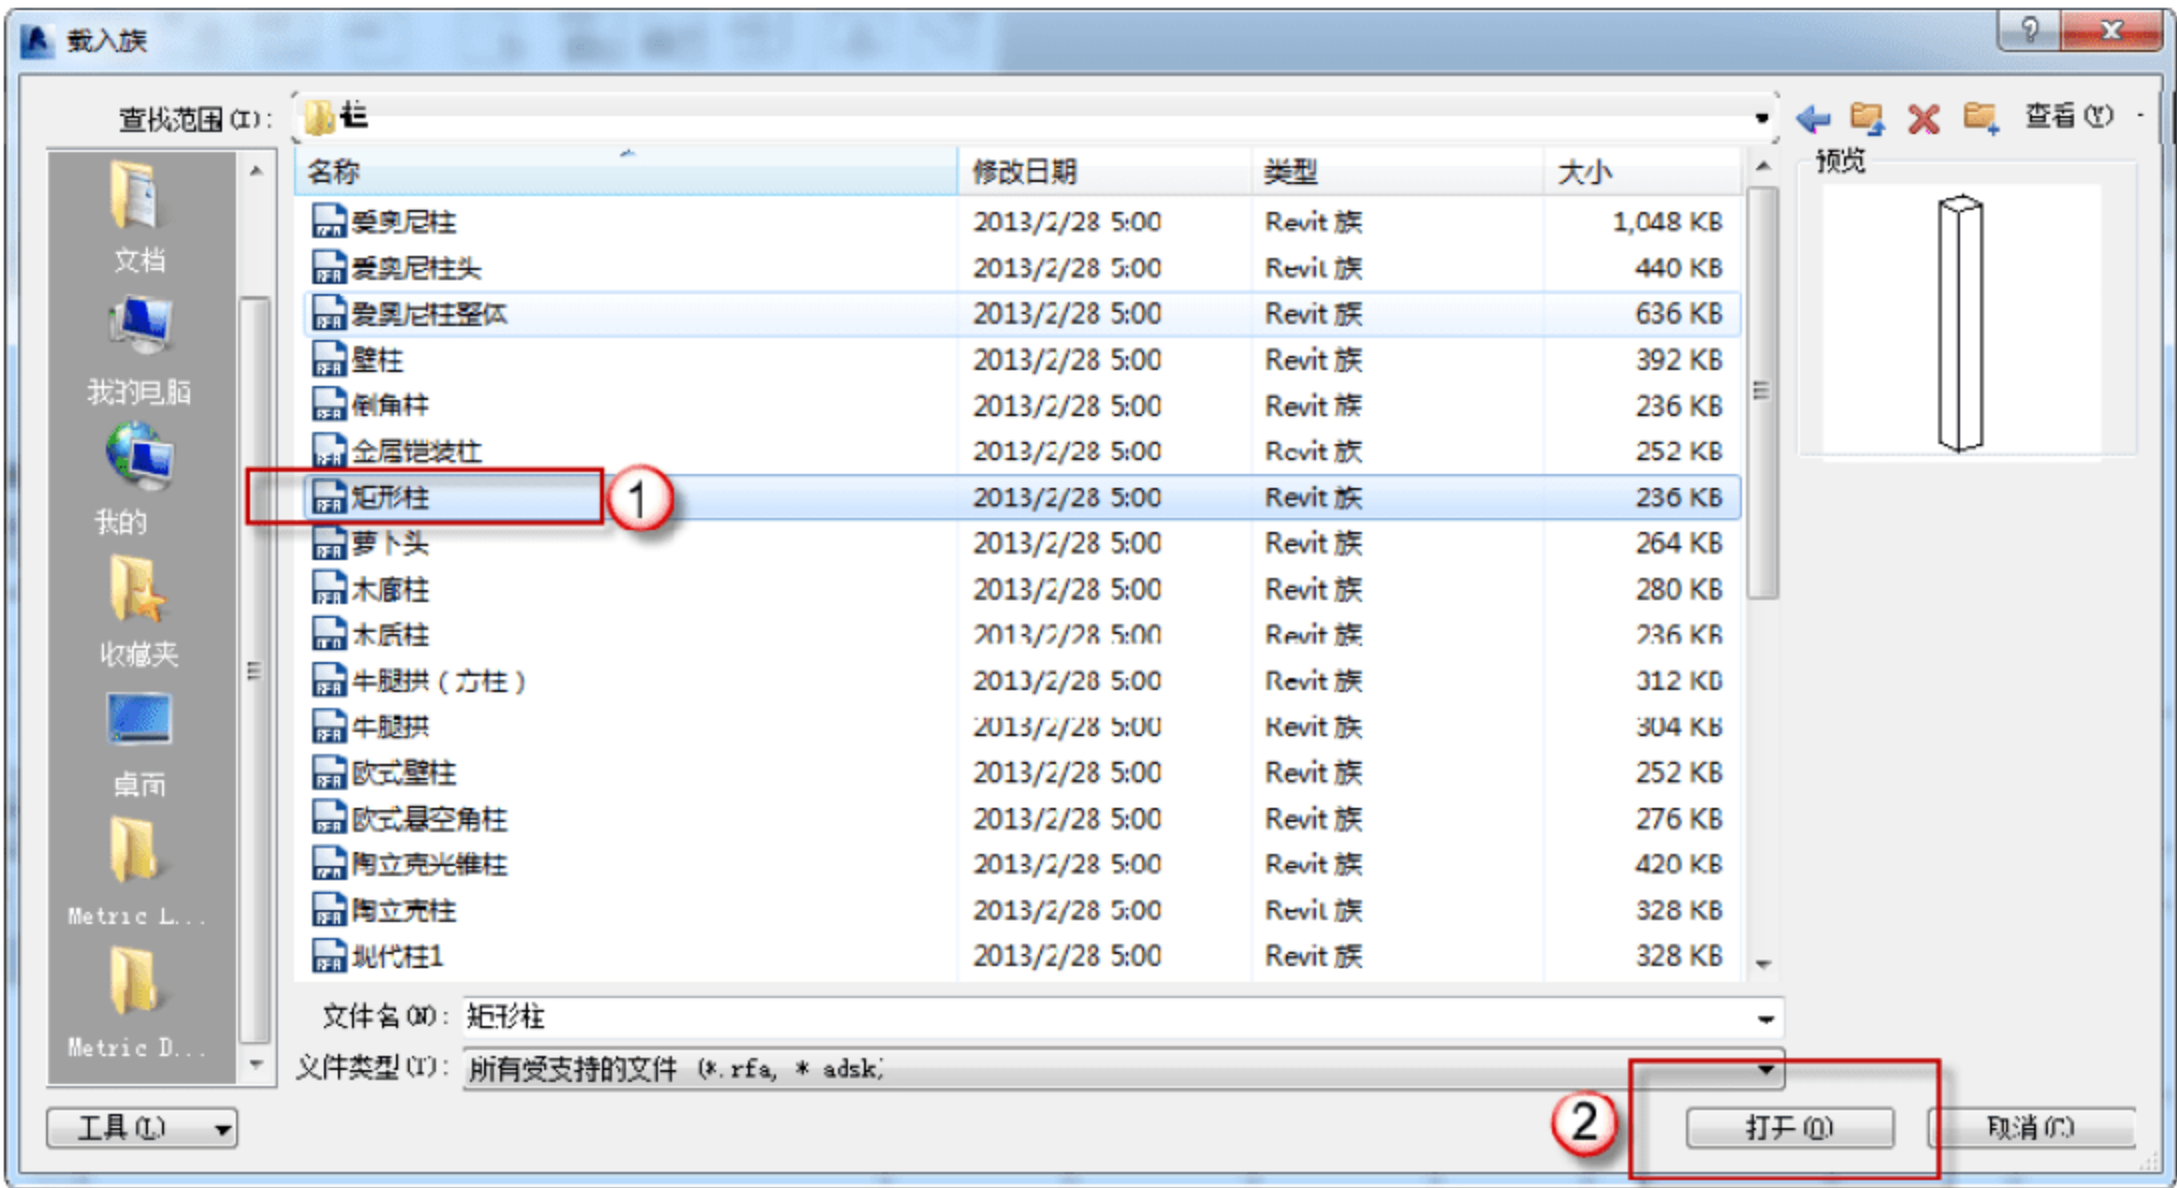

图 9.1.3 载入系统族
(3) 载入系统族。选择“插入”→“载入族”命令，在弹出的“载入族”对话框中选择“矩形柱.rfa”族文件，如图 9.1.3 所示。